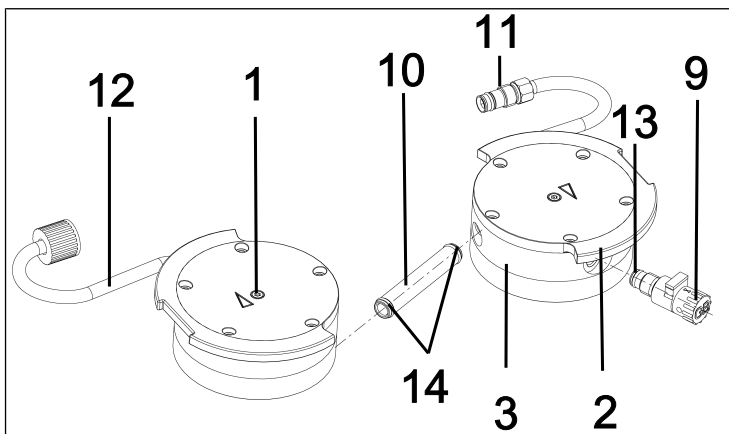

Fig.28: Sustitución de las juntas tóricas
2. Extraer el tubo de conexión (10/ Fig. 28) de la tapa del cabezal (3).
3. Sustituir las dos juntas tóricas (**14**) del tubo de conexión (**10**/Fig. 28).
- i** Si las juntas tóricas (**14**) no pueden extraerse de los tubos de conexión (**10**/Fig. 28), comprimirlas ligeramente entre sí y extraerlas en caso necesario con unas tenazas.
6. Desenroscar el lastre de gas (**9**/Fig. 28) de la tapa del cabezal (**3**).
7. Sustituir la junta tórica (**13**) del lastre de gas (**9**/Fig. 28).
8. Enroscar el lastre de gas (**9**/Fig. 28) hasta el tope en la tapa del cabezal (**3**) correspondiente. A continuación, girarlo de nuevo hacia atrás hasta que la superficie esté alineada hacia arriba.
7. Introducir el tubo de conexión (**10**/Fig. 28) de nuevo en las dos tapas del cabezal (**3**).